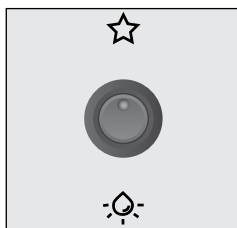
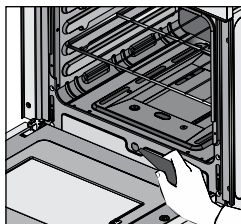

Figura 36. Interruptor encendido electrónico
Figura 38. Encendido manual
2. Sin dejar de presionar la perilla, accione el interruptor del encendido electrónico ☆ figura 36. De lo contrario utilice un encendedor manual (Ver figura 38).